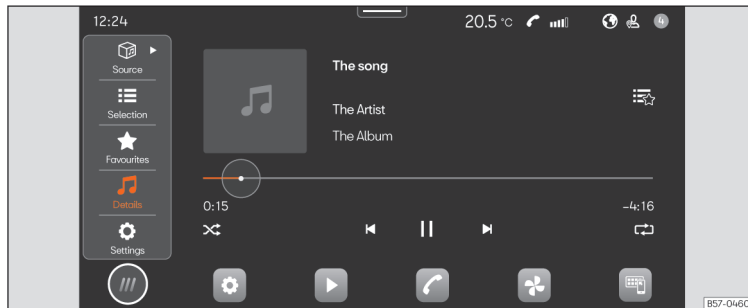

Рис. 165 Схематичний вигляд: режим «Медіаплеєр»
- Натисніть **ГОЛОВНЕ МЕНЮ** > ► >> **рис. 165**.